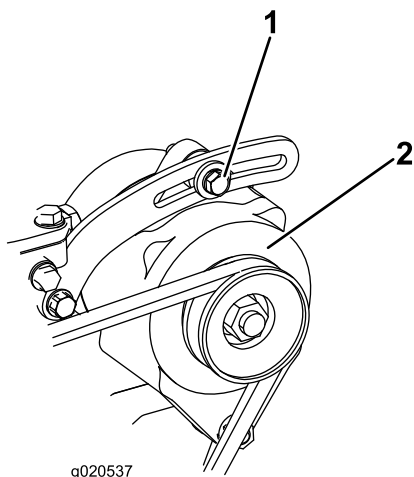

Figura 78
1. Desaperte os parafusos de fixação do alternador (Figura 78).